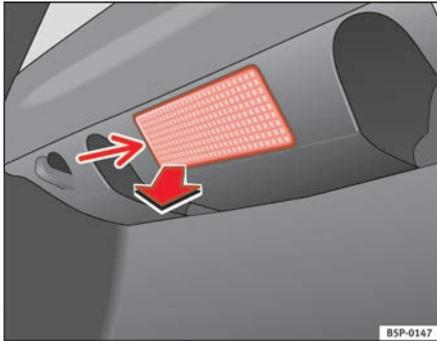

Abb. 174 Gepäckraum-
- Das Lampenglas der Glühlampe durch Druck mit einem Schraubenzieher auf dessen Unterkante -Pfeil- abnehmen ⇒ Abb. 174.